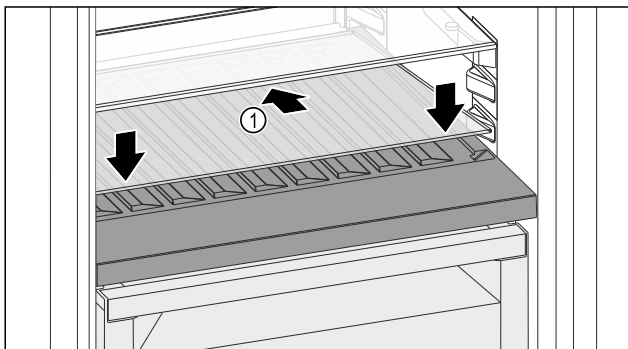

Fig. 141
- ▶ Glasplatte Fig. 141 (1) schräg und nach hinten unten geneigt ansetzen.
- ▶ Glasplatte Fig. 141 (1) vorne absenken.